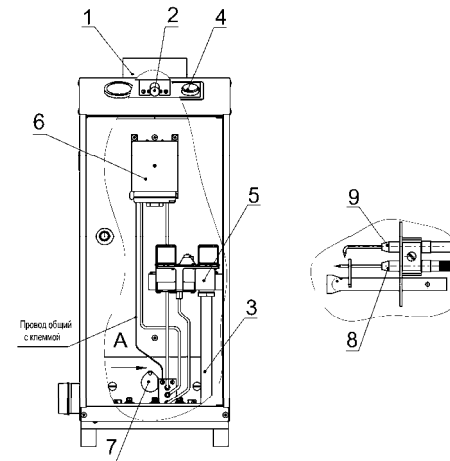
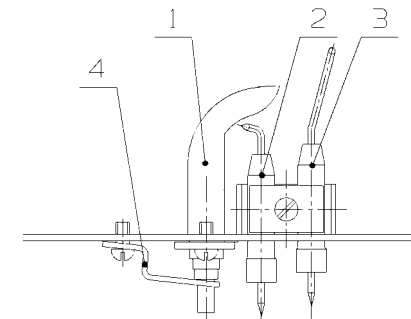

Рис.1 Рекомендуемая схема установки автоматики САБК-Э на газоиспользующую установку (котёл)
Рис. 2 Вариант вертикального расположения блока запальной горелки
5.1 Автоматика САБК представляет собой устройство (см. рис. 1), состоящее из блока клапанов, блока управления (Б1), силового блока (Б2), блока питания (Б4) на 3 В, запальной горелки, датчиков безопасности и газогорелочного устройства.
5.2 Рекомендуемая схема установки автоматики модели САБК-Э на газоиспользующую установку (котёл) представлена на рис.1. Вариант вертикального расположения блока запальной горелки с электродами розжига и контроля представлен на рис. 2.
#### 5.5 Работа блока управления и силового блока (см. рис. 1; 3; 5).
Наличие пламени запальника контролируется ионизационным электродом (поз.8 рис.1, или поз.3 рис.2 ). Способ контроля использует надежный «диодный» эффект пламени.
6.2 Монтаж газогорелочного устройства (ГГУ), см. рис. 1:
- на панели ГГУ установить блок запальника (см. рис.1, выносной элемент А (или вариант по рис.2)) и закрепить винтами М4,
6.3 Монтаж блока клапанов (см. рис.1; 4):
- удалить транспортную заглушку на выходном штуцере G 1/2-В блока клапанов (5);